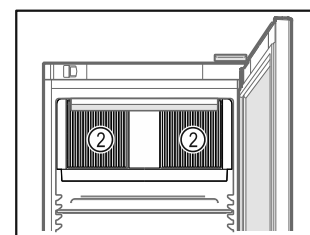

Fig. 41
- ☐ Ventilatiesleuf Fig. 41 (2) van de ventilator in de binnenruimte vrijhouden.